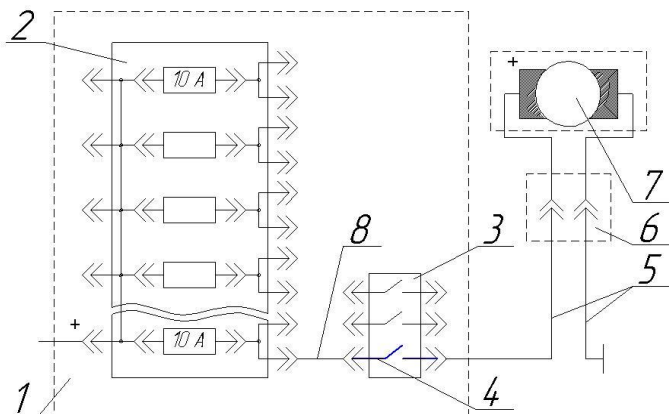

Рисунок 4.
Питание помпы водяной 7 (рис. 4) осуществляется от общей электрической схемы трактора. Электродвигатель помпы водяной 7 подсоединяется к отдельному предохранителю на блоке предохранителей 2 трактора.
2. Проложить кабель 5 (рис. 4) таким образом, чтобы конец, идущий к разъему 6, вышел под кабиной сзади, ближе к правому краю. Другой конец должен подходить к блоку переключателей 3;